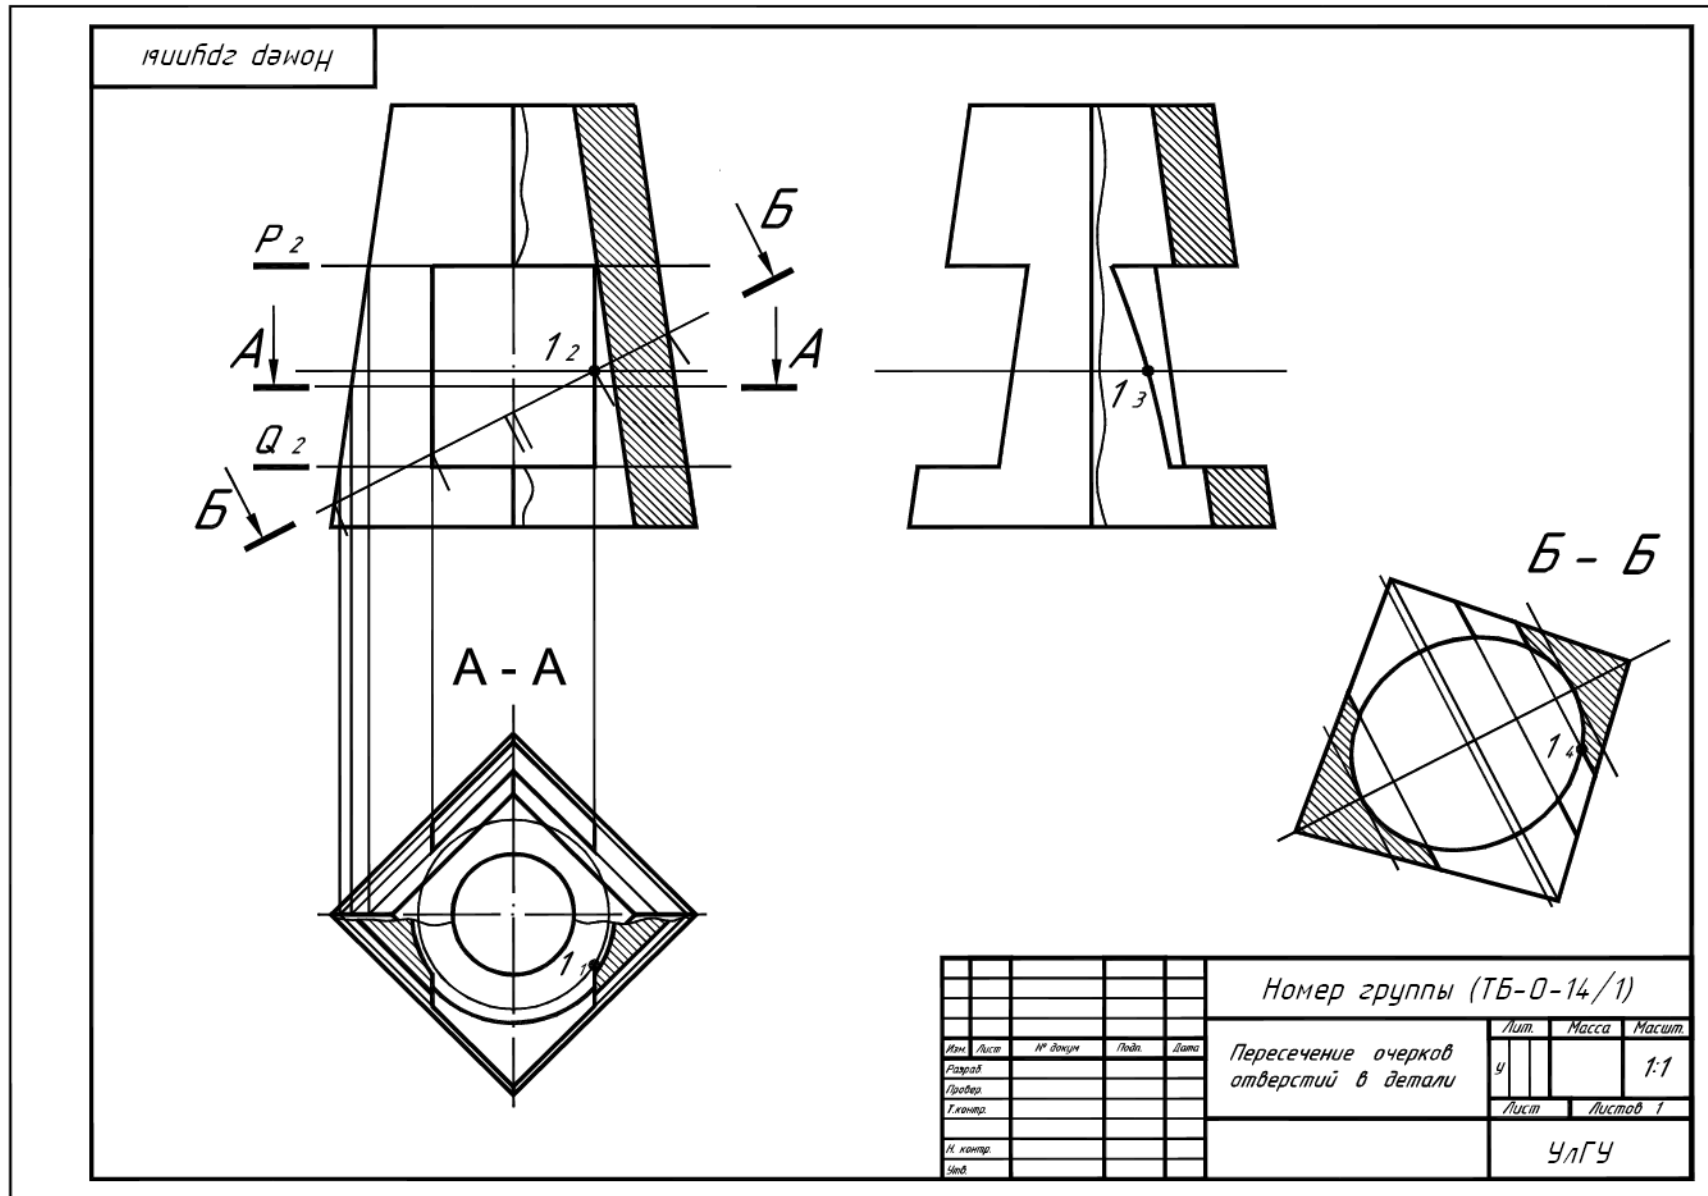

Рис. 10. Пример выполнения задания «Построение очерков отверстий в детали»
4. По двум заданным проекциям наружной поверхности детали построить ее третью проекцию (*см. пример выполнения задания – рис. 10*).